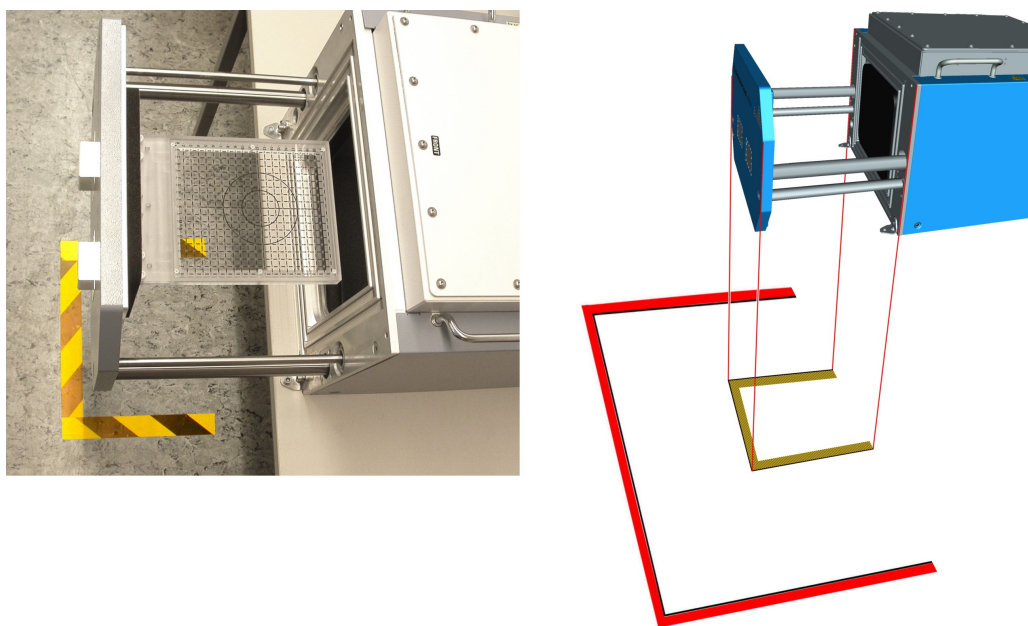

图 6-11: 地面上标记的限制进入区域
操作人员必须能够在屏蔽箱门区域（请参阅图 6-11）之外轻松触碰到控制单元。
5. 在打开的屏蔽箱门下方地面上标记门区域，具体如图 6-11 所示。
8. 在地面上将门区域周围 1 m 内的区域标记为工作区。参阅图 6-11。